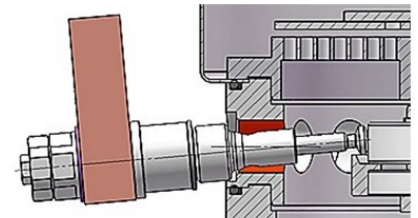

Abb. B-2
2. Kippen Sie das Pumpenelement wie in der Abbildung gezeigt nach oben und installieren Sie das Pumpenelement im entsprechenden Montageauslass der Pumpe (Abb. B-2).